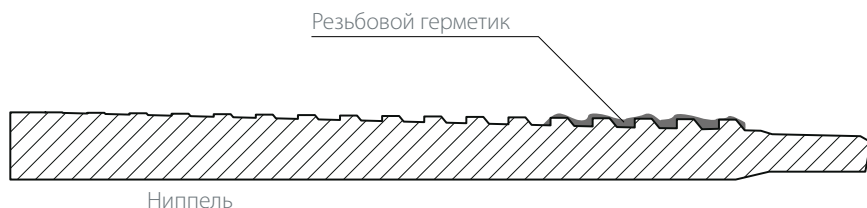

Рис. 13
- ✓ Не наносите резьбовой герметик на область уплотнения и торцевой упор ниппеля. Резьбовой герметик следует наносить на первые пять ниток резьбы начиная с конца ниппеля (см. рис.13).